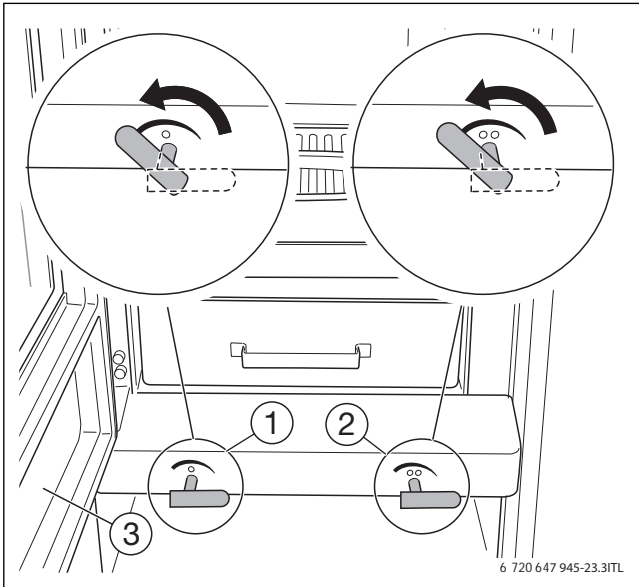

Bild 15 Primärluft- und Sekundärluftschieber
- ▶ Primärluftschieber und Sekundärluftschieber zum Schließen ganz nach rechts drehen (\rightarrow Bild 15, Seite 17).